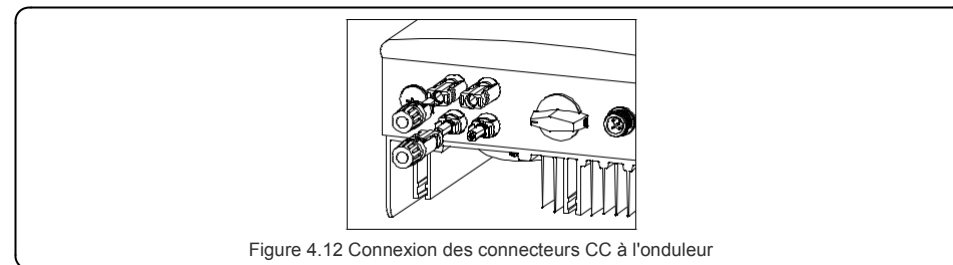

Figure 4.12 Connexion des connecteurs CC à l'onduleur
5. Ensuite, connectez les connecteurs CC à l'onduleur. Un petit clic confirme la connexion. (voir figure 4.12)